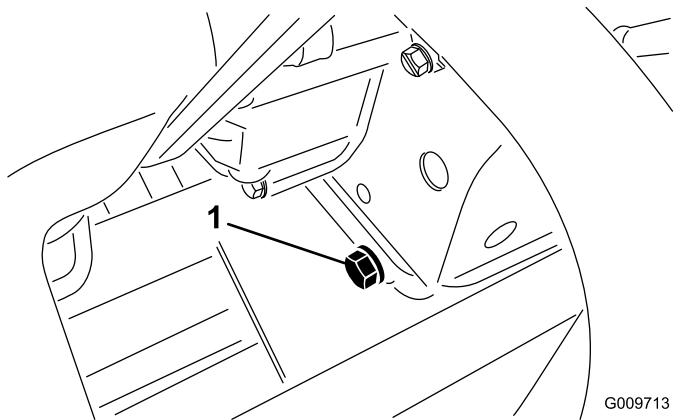

Bild 36
1. Entfernen Sie die hintere Ablassschraube (Bild 36) und lassen das Öl in eine Auffangwanne ab. Schrauben Sie die Ablassschraube wieder ein, nachdem das Öl abgelaufen ist.